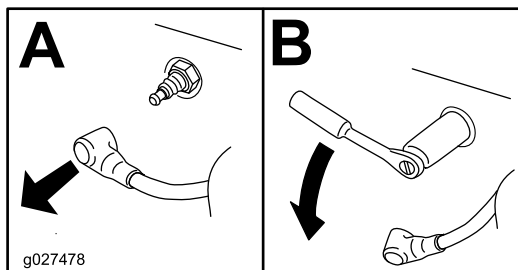

Figure 34
4. Déposez la bougie (Figure 34).